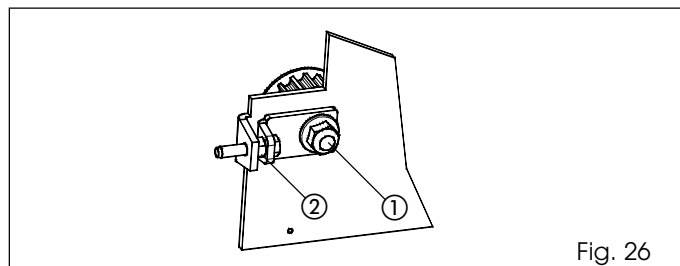

Fig. 26
- Desserrer l'écrou (fig. 26 réf. ①).
- Visser l'écrou de la fig. 26 réf. ② pour tendre la courroie ou le dévisser pour la desserrer.
- Une fois la tension réglée, serrer l'écrou de la fig. 26 réf. ①.